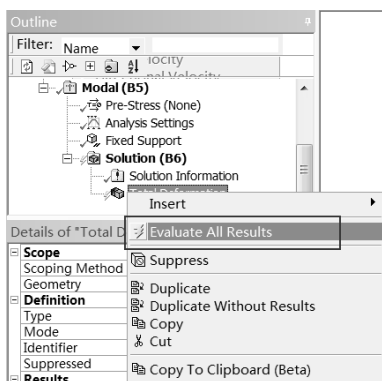

图 10-27 快捷菜单
Step3：在 Outline（分析树）中的 Solution（B6）选项上右击，在弹出的快捷菜单中选择 Evaluate All Results 命令，如图 10-27 所示，此时会弹出进度显示条，表示正在求解，当求解完成后进度条自动消失。